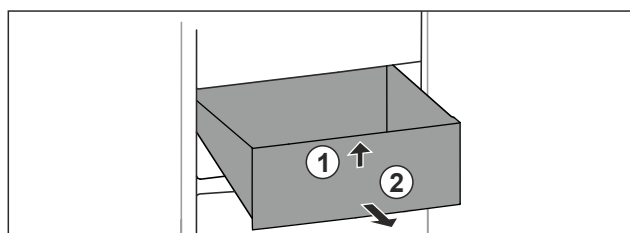

Fig. 101
- ▶ Løft skuffen foran. Fig. 101 (1)
- ▶ Ta ut skuffen framover. Fig. 101 (2)